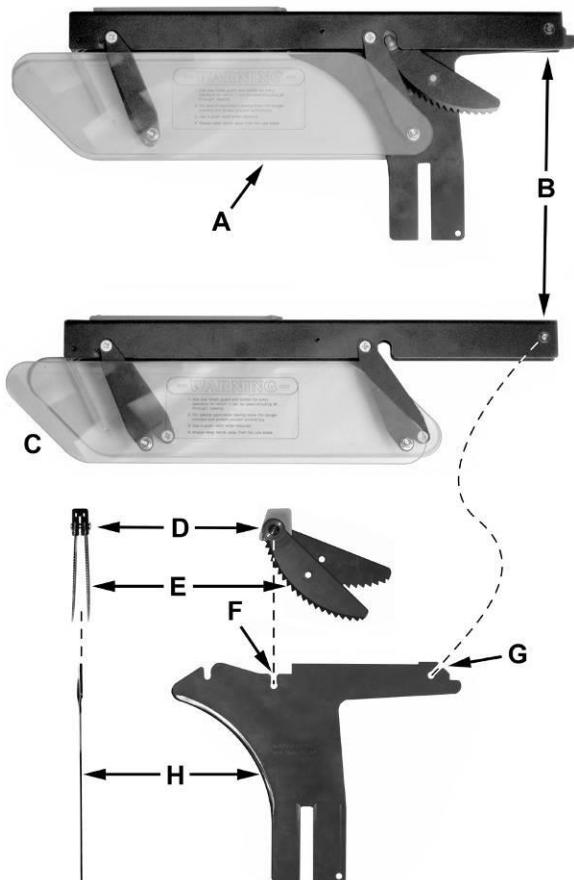

Рис. 7
Описание. См. Рис. 7:
Расклинивающий нож в сборе с защитным ограждением пильного диска показан на Рис. 7, А. Перед установкой этого узла на станок необходимо сначала снять с расклинивающего ножа (H) противоударные фиксаторы (E):
1. Нажав и удерживая кнопку быстрого расцепления (D) на основании противоударных фиксаторов (E), поднимите их и снимите с расклинивающего ножа (H).
См. Рис. 7:
1. Снимите защитное ограждение пильного диска и противоударные фиксаторы (C, E, Рис. 7).